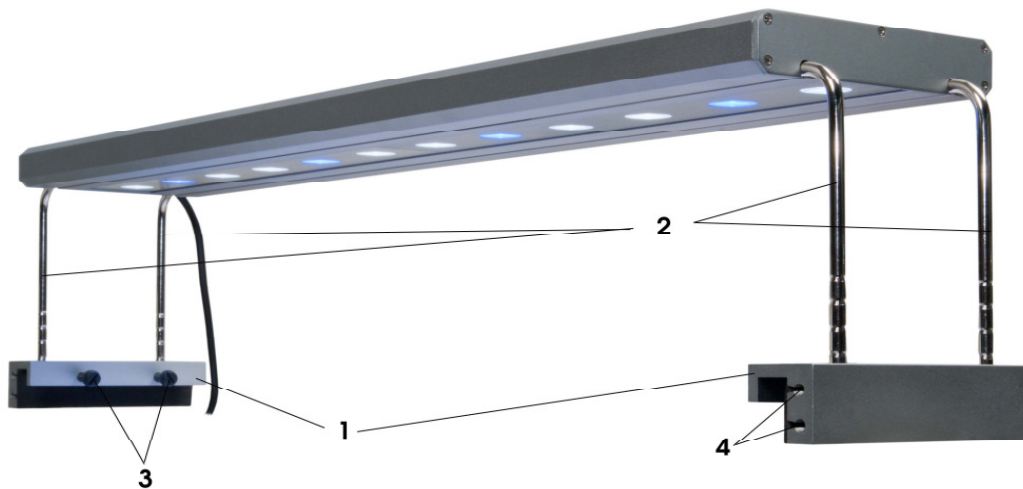

Abb. 3: Ocean Light LED mit Aquarienbefestigung
Die Haltewinkel (Abb. 3, Nr. 2) werden in die Führungsschienen der **Ocean Light LED** geschoben. Danach stellt man die gewünschte Höhe mit Hilfe der Inbusschrauben in den seitlichen Öffnungen (4) der Halteprofile ein. Ein Inbusschlüssel zum Feststellen ist im Lieferumfang enthalten. Die Profile (3) werden auf die Seitenscheiben des Aquariums gesetzt. Den erforderlichen Abstand erreicht man durch Verschieben der Haltewinkel in den Führungsschienen. Mit Hilfe der Befestigungsschrauben (3) sorgt man für sicheren Halt.